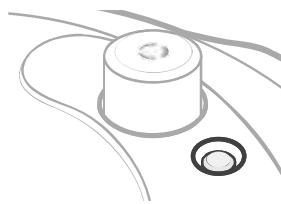

Abbildung 1.8
- Das Schwimmerventil zeigt an, ob im Schnellkochtopf Druck vorhanden ist. Wenn das Schwimmerventil in den Deckel gesunken ist, herrscht im Inneren kein Druck. **[Abbildung 1.8]**